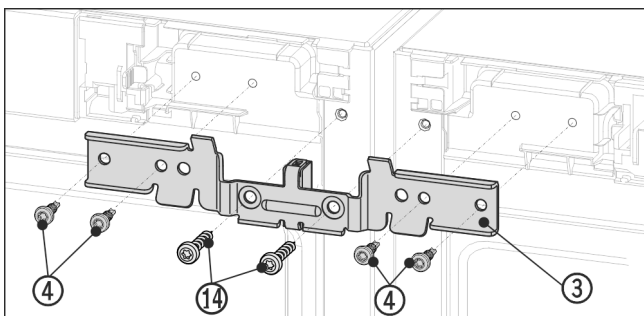

Fig. 13 Приблизне відображення
- Всунути кут Fig. 13 (3) з дистанційною прокладкою між пристроями і на цапфу. Трохи прикрутити кут з допомогою чотирьох гвинтів Fig. 13 (4) та заздалегідь викручених гвинтів заземлення Fig. 13 (14) поперемінно зліва та справа.